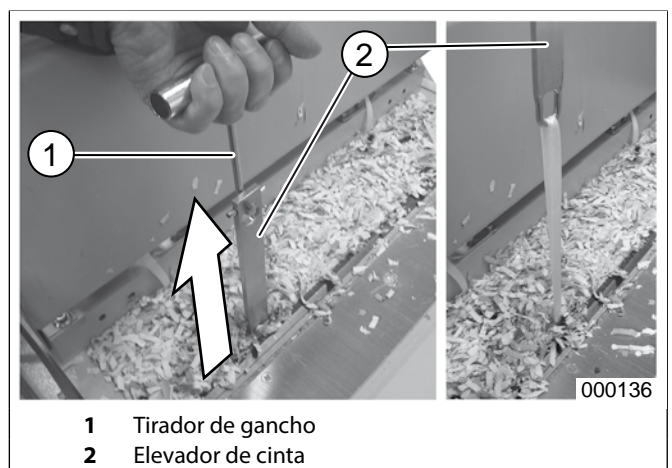

fig. 15 Elevador de cinta
3. Con ayuda de los elevadores de cinta (fig. 15/2) y del tirador de gancho (fig. 15/1) adjunto a la máquina, extra-